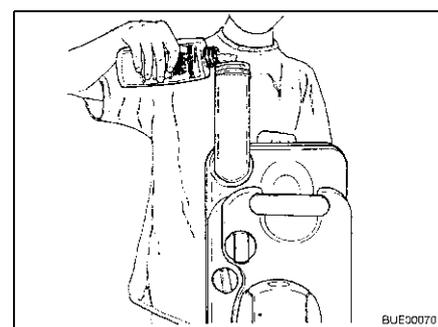

Fig. 176 Rifornimento di liquido sanitario
- Versare la quantità indicata di liquido sanitario nel serbatoio fecale (Fig. 176).